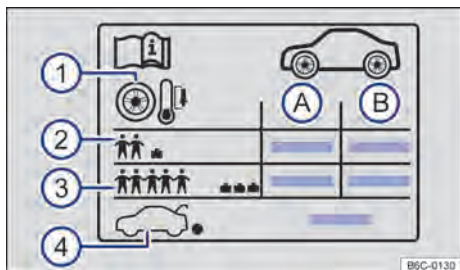

Fig. 162 Etiqueta com as pressões dos pneus.
→ Fig. 162:
- Adequar a pressão dos pneus sempre à condição de carga do veículo → Fig. 162 ③.